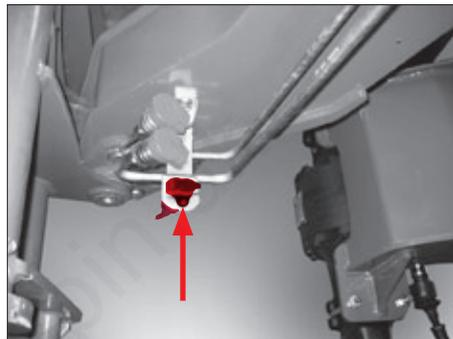
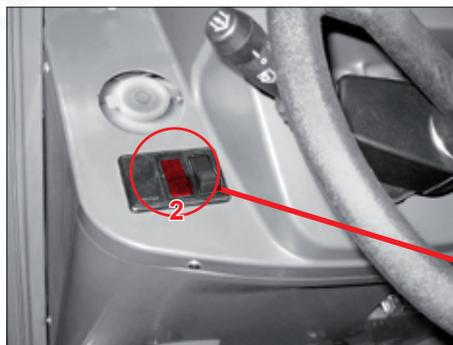

Fig. 65
Fig. 66
El-stikdåsen (fig. 65) på løftekonstruktionen skiftes med kontakten pos. 2 (fig. 66) til venstre for rattet.